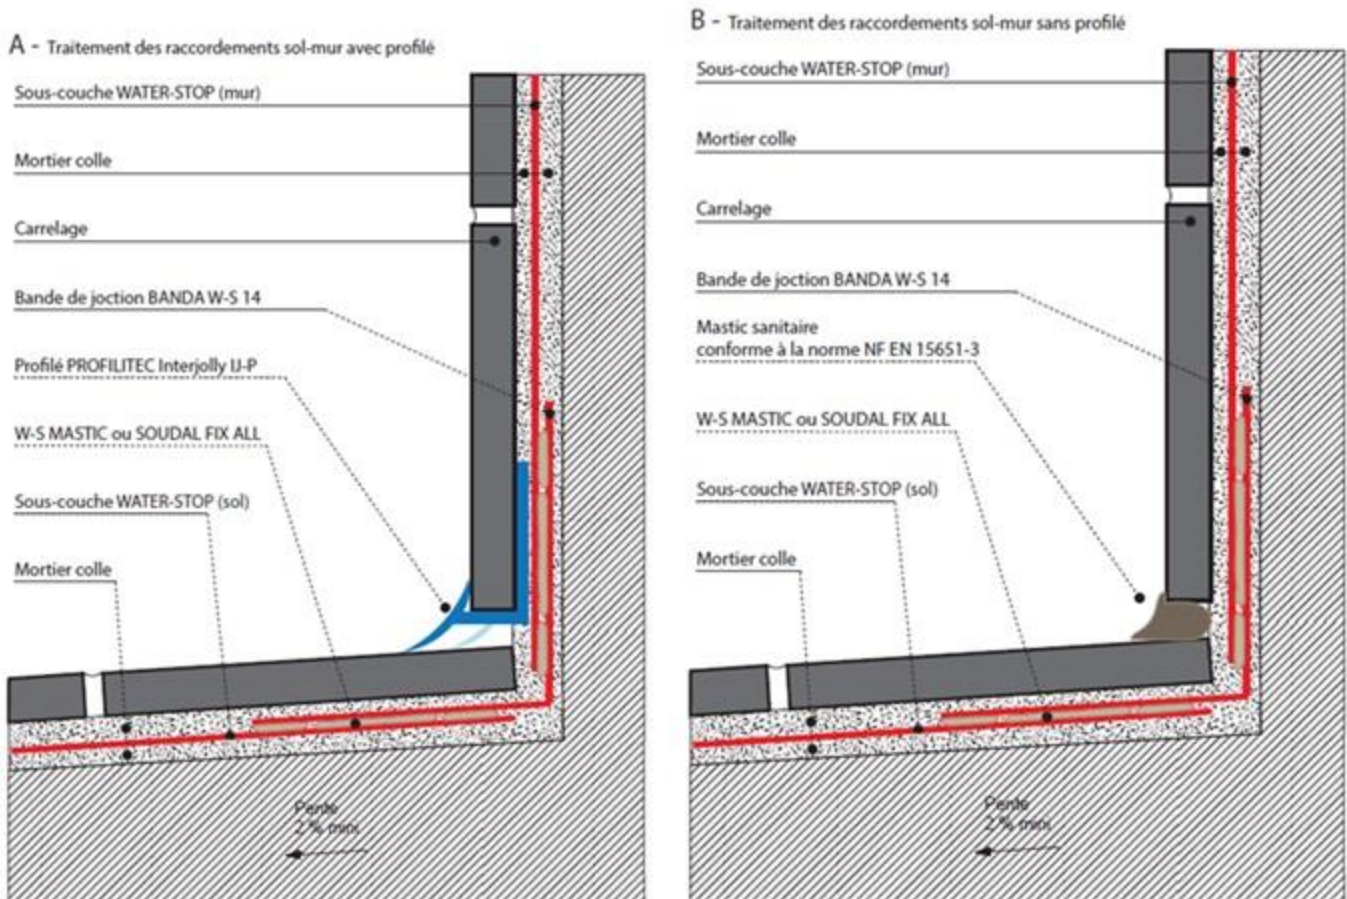

Figure 2 – Finition des relevés sol-mur (cas A : avec profilé spécifique – Cas B : sans profilé)
2.4.1.3.1. Raccordements sol-mur (figure 2)